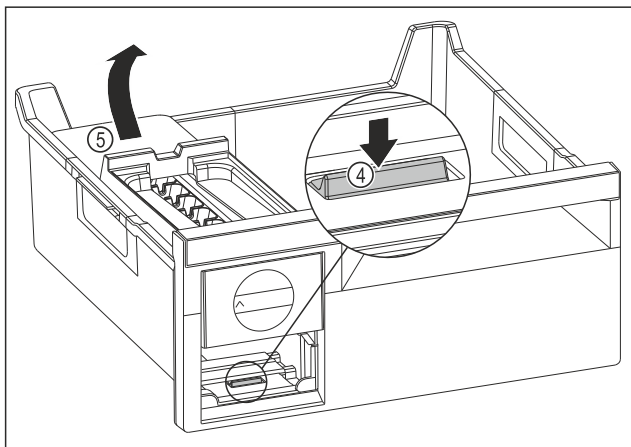

Fig. 91
- Vyjmutí korpusu EasyTwist-Ice: Lamelu Fig. 91 (4) zatlačte prstem směrem dolů a zároveň nadzvedněte druhou rukou korpus EasyTwist-Ice Fig. 91 (5) zezadu.